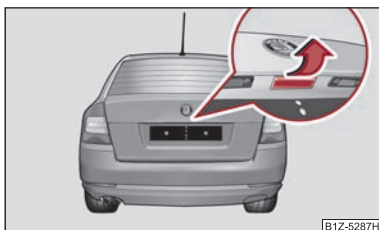

Abb. 28 Griff der Gepäckraumklappe
- Drücken Sie auf den Griff ⇒ Abb. 28 und heben Sie gleichzeitig die Gepäckraumklappe an.